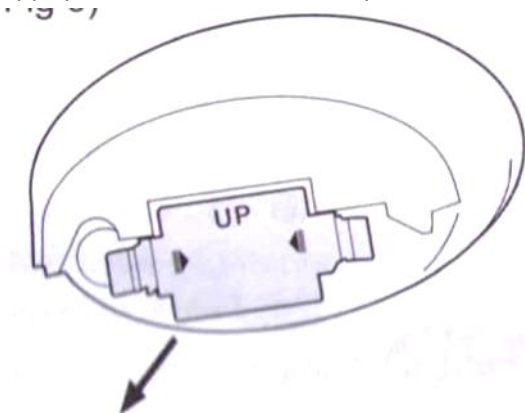

Fig 6
1. Appuyez sur les coté du cache pour le retirer. (Voir Fig.6)